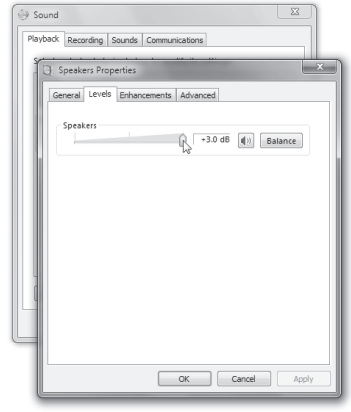

Figure 5
7. Sélectionnez l'onglet "Lecture", puis sélectionnez l'onglet "Niveau" pour régler le niveau général de l'ordinateur sur 100 % (Figure 5), et utilisez le bouton Level en face avant des Studio GT pour régler le niveau d'écoute dans les enceintes et le casque.